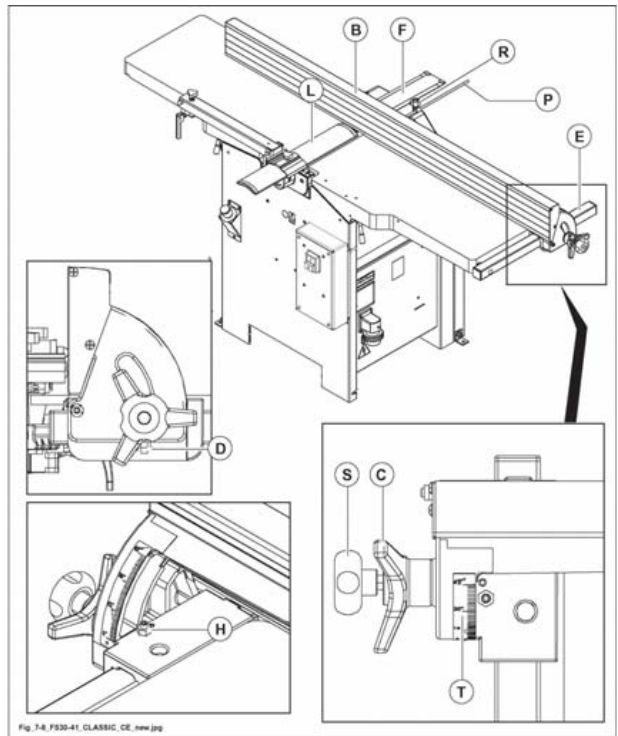

Fig. 7.8
le protezioni (F fig. 7.8) e (L fig. 7.8) devono essere sempre posizionate sull'albero pialla durante la lavorazione.
- Posizionare la guida filo (B fig. 7.8) nella posizione desiderata e serrare il pomello (S fig. 7.8).
- A regolazione eseguita portare il fermo guida (P fig. 7.8) in battuta sulla guida filo (B fig. 7.8) e serrare il pomello (R fig. 7.8).
assicurarsi della perfetta pulizia della barra di scorrimento (E fig. 7.8).
- Per inclinare la guida da 90° a 45° allentare il bloccaggio (C fig. 7.8) e procedere facendo riferimento all'indice (T fig. 7.8).
la guida (B fig. 7.8) può essere inclinata da 90° a 45° ed in qualsiasi posizione intermedia.
Per eventuali correzioni delle battute 90° e 45° per le posizioni estreme, agire opportunamente sulla vite e controdado (D fig. 7.8) per i 90° e, sulla vite e controdado (H fig. 7.8) per i 45°.